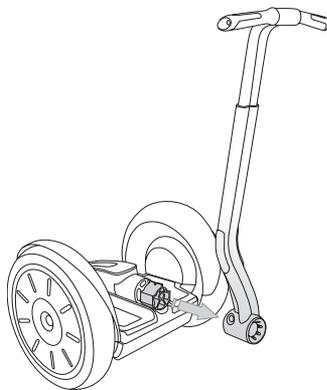

Figure 30. Retrait du guidon / cadre LeanSteer de la base pivotante
4. Faites glisser le cadre LeanSteer de la base pivotante comme illustré dans la **Figure 30**. Cette opération devrait nécessiter un minimum de force.